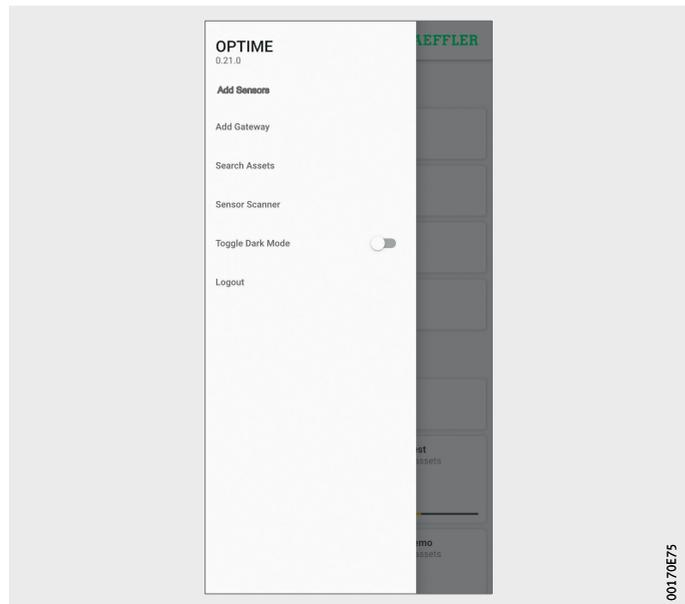

Figura 26
- ▶ Per uscire dal sistema, andare all'elenco del menù e toccare il pulsante **[Logout]**, figura 26, pagina 36.